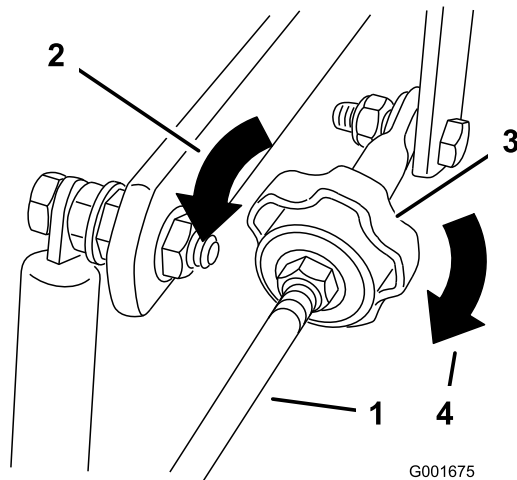

Figura 39
4. Para que la máquina vaya a la derecha, gire el pomo hacia el lado derecho de la máquina. Consulte Figura 39.
5. Para que la máquina vaya a la izquierda, gire el pomo hacia el lado izquierdo de la máquina. Consulte Figura 39.